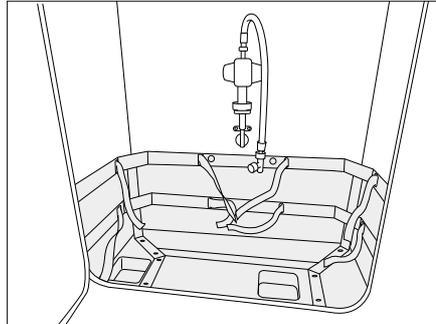

Bild 154 Gaskasten
- Wenn ein Schutzblech vorhanden ist, das Schutzblech (Bild 154,1) nach unten klappen.
- Den Schlitten (Bild 154,3) über den Griff (Bild 154,2) entriegeln.
- Schlitten (Bild 154,3) bis zum Anschlag herausziehen.
- Griff (Bild 154,2) zurückdrehen.
- Schlitten (Bild 154,3) bis zum Anschlag einschieben und Griff (Bild 154,2) zurückdrehen.
- Wenn ein Schutzblech vorhanden ist, das Schutzblech (Bild 154,1) nach oben klappen.